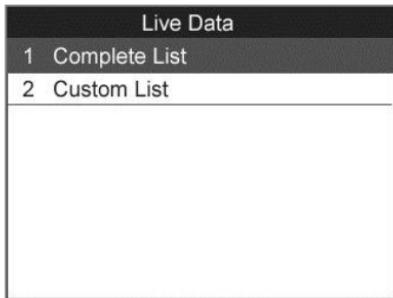

Figura 5.10
- 1) Para ver el conjunto completo de datos, use el botón de desplazamiento **ARRIBA/ABAJO** para seleccionar **Lista Completa** desde el menú **Datos en Vivo** y presione el botón **OK**. (Figura 5.10)
- 1) Para ver los datos de PID personalizados, use el botón de desplazamiento **ARRIBA/ABAJO** para seleccionar **Lista Personalizada** desde el menú **Datos en Vivo** y presione el **OK** botón. (Figura 5.10)